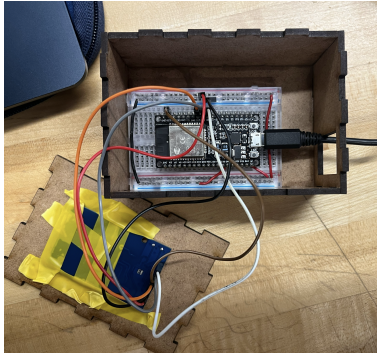

Figure 6
- c) Après avoir collé les 2 systèmes, le tout devrait ressembler à la **Figure 6**